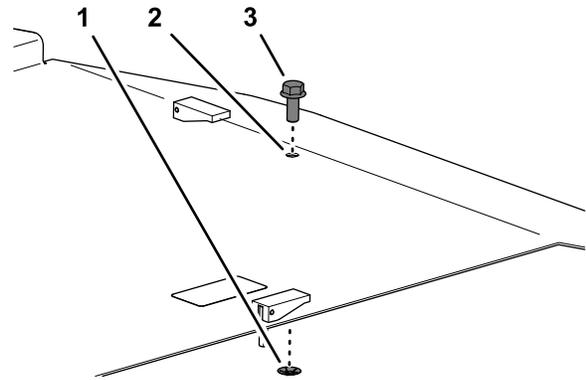

Bild 4
- Entfernen Sie die Druckmutter, mit der die Schraube an der Abdeckung befestigt ist, und entfernen Sie die Schraube von der Abdeckung (Bild 4).